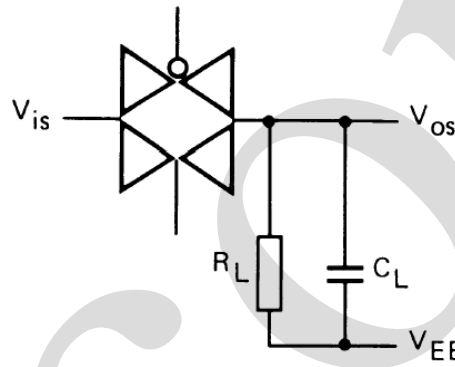

图 4
- $R_L=10K\Omega$ ;  $C_L=15pF$ ; 通道开通;  $V_{is}=V_{DD(P-P)}/2$  (正弦波, 在  $V_{DD}/2$  处对称),  $f_{is}=1KHz$ ; 如图 4 所示
- $R_L=1K\Omega$ ;  $C_L=5pF$ ; 通道关断;  $V_{is}=V_{DD(P-P)}/2$  (正弦波, 在  $V_{DD}/2$  处对称);  $20lg(V_{os}/V_{is})=-50dB$ ; 如图 4 所示
- $R_L=1K\Omega$ ;  $C_L=5pF$ ; 通道开;  $V_{is}=V_{DD(P-P)}/2$  (正弦波, 在  $V_{DD}/2$  处对称);  $20lg(V_{os}/V_{is})=-3dB$ ; 如图 4 所示